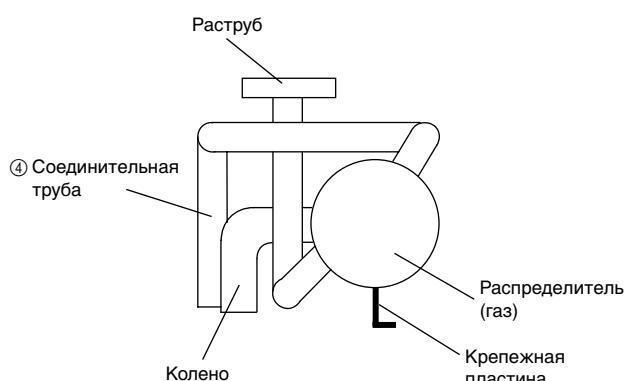
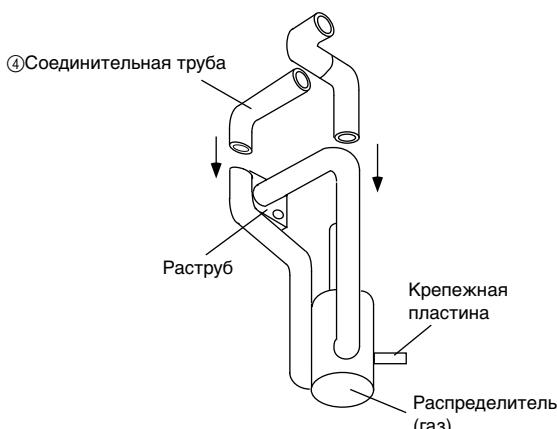

Рис. 2
Рис. 3
- (3) Припаяйте соединительную трубу (④) и трубопровод, собранный на этапе (2), к распределителю (газ), так чтобы соединительная труба оказалась подсоединеной как показано на Рис. 2. Порядок сборки изображен на Рис. 3. При пайке трубопровода охлаждайте припаиваемый участок трубопровода на стороне распределителя при помощи увлажненной тряпки для предотвращения перегрева.